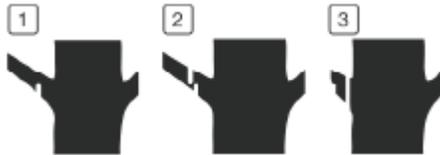

Рис. 2
8. Обрезку веток диаметром более 10 см. следует делать в три приема (Рис.2):
1. Подрежьте ветку на $\frac{1}{4}$ ее диаметра, снизу возле ствола (1) рис.2.
2. Отпилите ветку сверху, немного отступив от ствола (2) рис. 2
3. Отпилите оставшуюся ступеньку (3) рис. 2